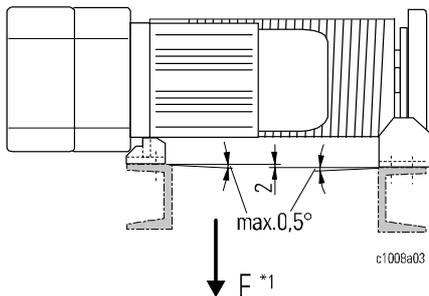

Fig. 6
- Procure que no se produzca ninguna torsión en el polipasto por haber algún desnivel, etc. (Fig. 6: máx. 0,5°, máx. 2 mm)